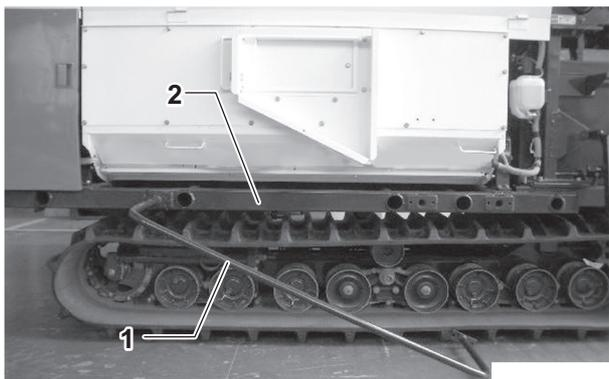

図 2-6
4. ガードパイプ (1) の後側を下のイラストのようにシャーシフレーム (2) に差し込みます。前側は地面に置きます。(図 2-6)